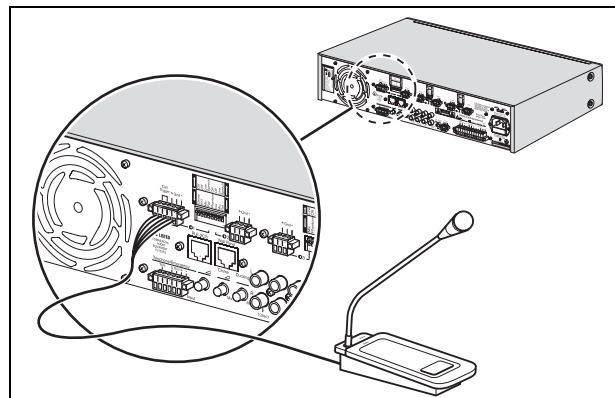

figure 4.2: Connecteur Euro avec déclencheur
- connecteur Euro avec déclencheur. Voir figure 4.2.